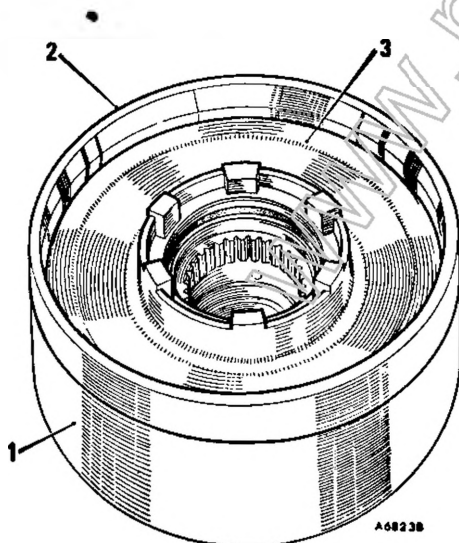

Fig. Fa. 58
10. Rimontare il pistoncino della R.M. con mozzo in alto (esterno) servendosi dell' attrezzo 18G 1103 (vedi Fig. Fa.58).